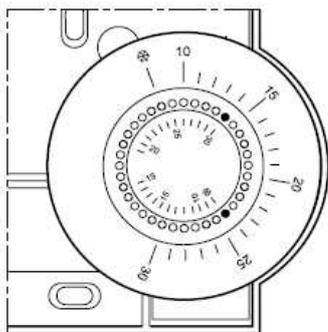

Fig. 15: Limitation de la plage de consigne
- Placez les deux petites tige dans les trous de la plage de réglage (voir Fig. 15). Se repérer par rapport à l'échelle intérieure : Sur la Fig. 15, les tiges sont insérées de sorte que la plage de réglage soit limitée entre la température protection anti-gel ❄ (limite basse) et 30°C (limite haute).